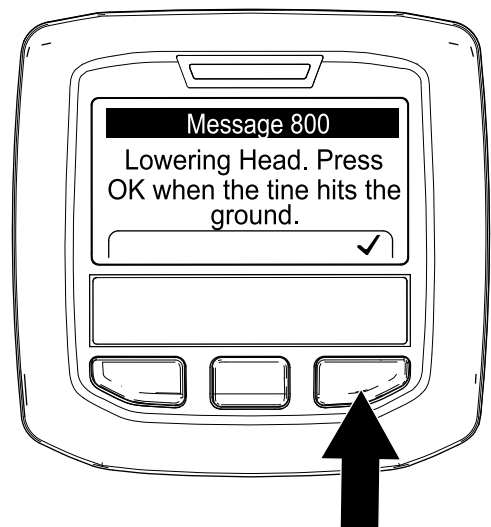

Figura 69
6. Quando una qualsiasi fustella tocca il terreno, premete il tasto destro dell'InfoCenter all'interno della schermata Abbassamento testa in corso (Figura 69).